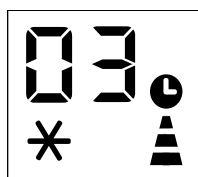

Abb. 3
- Drücken Sie die Taste 🕒 Der Bildschirm zeigt 1-24 Stunden an, und die Symbol ☪ symbol ▲ symbol und 🕒 blinken gemeinsam. (Abb. 3)